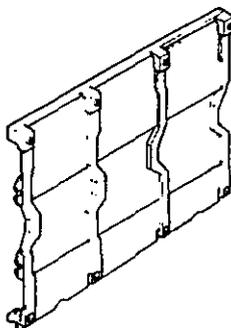

FIGURA 2.26. Pantallas aislantes VO.
**Pantallas aislantes VO**.- Estas pantallas bloquean automáticamente el acceso a las pinzas de conexión cuando el aparato está en la posición desconectado o prueba. La figura 2.26 muestra una de estas pantallas aislantes.